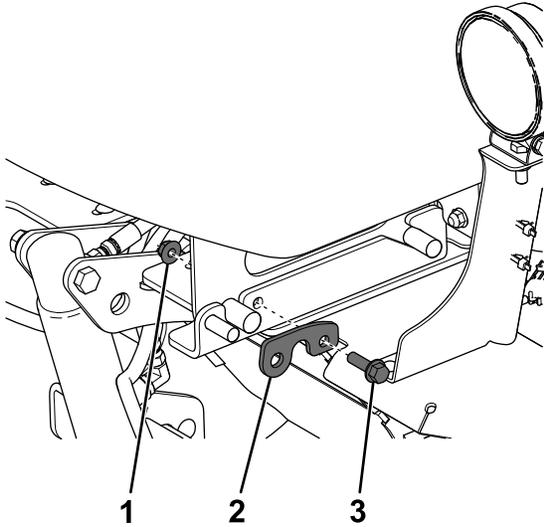

Bild 14
- Schieben Sie eine Montageverriegelung auf die Stifte der Montageplatte auf beiden Seiten des Streuers (Bild 14).
- Befestigen Sie jede der Montageverriegelungen mit einer Schraube ($\frac{3}{8}$ ") und einer Bundmutter (Bild 14).